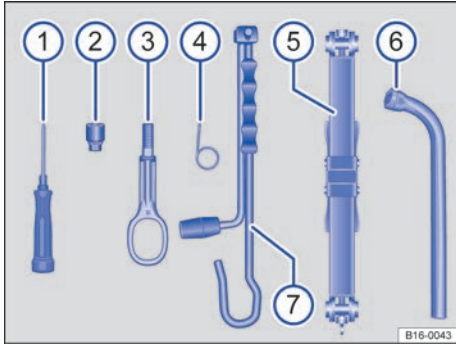

Fig. 185 Piezas de las herramientas de a bordo.
**Piezas del juego de herramientas de a bordo** → fig. 185